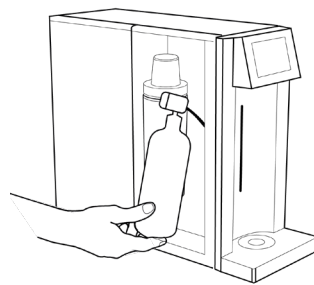

Fig. 1-14
23.2 – Se la bombola è già presente all'interno dell'apparecchio nell'apposito vano, estrarla afferrandola nella parte inferiore e mantenerla verticale, vedi Fig. 1-14, ruotare la manopola di regolazione del riduttore sulla posizione OFF, vedi Fig. 2-14 e disaccoppiarla dal riduttore di pressione ruotandola da destra verso sinistra, vedi Fig. 3-14. Nel caso che la bombola non sia presente procurarsi una bombola idonea per essere installata all'interno dell'apparecchio avente le caratteristiche descritte nel paragrafo **21**, in termini di compatibilità con l'apparecchio e con il riduttore di pressione.